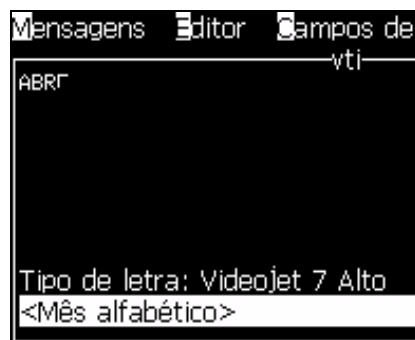

Figura 5-12: Campo de usuário - *Mês alfabético*
- 2 Selecione o campo de usuário que pretende e pressione a tecla *Enter*. Por exemplo, o campo de usuário *Mês alfabético* é apresentado na Figura 5-12.